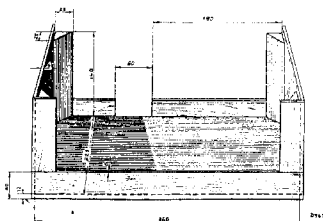

Fig. 1
2. Plaats het chassis nooit op de kop, maar gebruik bij reparatie een montagebankje (fig. 1 Codenr. 09.990.970) of zet het op een der korte zijkant. Een deuk in een der spoelbussen zou de zelfinductie van de spoel beïnvloeden.